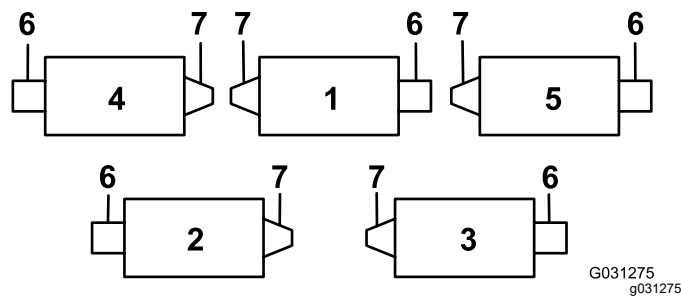

Figura 12
Importante: En la Unidad de corte 4 (delantera izquierda) y la Unidad de corte de 5 (delantera derecha), utilice las tuercas de montaje del soporte de la varilla para instalar las guías de las mangueras a la parte delantera de las pestañas de las unidades de corte. Las guías de manguera deben estar inclinadas hacia la unidad de corte central (Figura 12 a Figura 14).
- Aumente el alcance de la dirección de las unidades de corte traseras retirando los 2 espaciadores de pivote, tornillos allen y contratuercas con arandela prensada (Figura 15) de los bastidores de tiro de las unidades de corte traseras (Unidades de corte 2 y 3); consulte Figura 12.